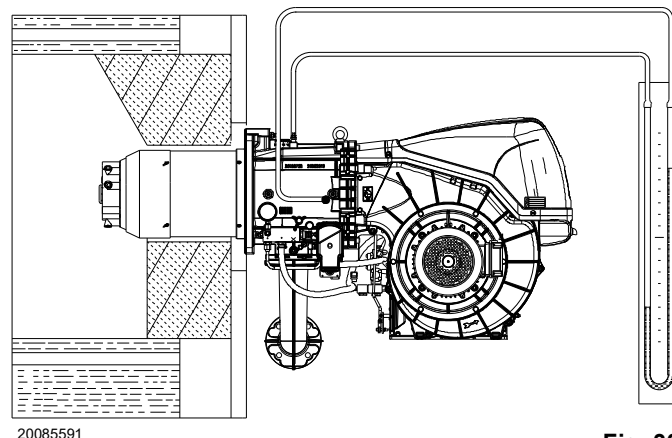

Fig. 30
- Montar un manómetro en U o un manómetro de tipo diferencial (Fig. 30), con toma (+) en la presión del gas del manguito y (-) en la cámara de combustión. Se utiliza para obtener aproximadamente la potencia MÁX del quemador mediante la Tab. L.
Cuando el gas llega al manguito, es indicado por el manómetro en U (Fig. 30).
Orientativamente, puede obtenerse consultando la Tab. L en la pág. 25, basta con leer la presión del gas en el manómetro en "U", ver Fig. 30 en la pág. 31, y seguir las indicaciones.